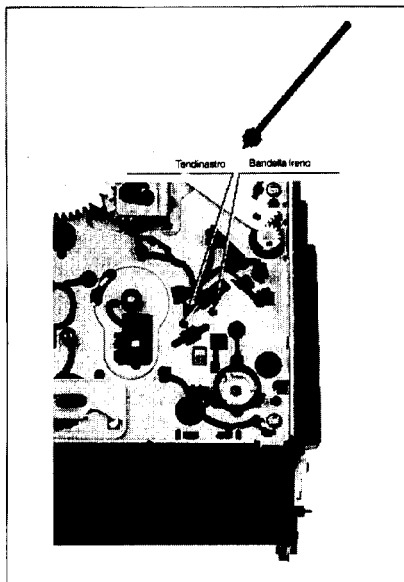

Fig. M10
- Regolare la bandella freno con l'apposito attrezzo (da inserire nella parte inferiore del deck), finché il margine della curva del braccio del tension arm si sovrappone con la parte interna sinistra della guida sinistra (fig. M10/M11).
- Regolare la tension arm spring pos.11 per una tensione nastro pari a $0,24N \pm 0,02N$ oppure $24g \pm 2g$ per mezzo dell'apposito attrezzo da inserire nella parte inferiore del deck (fig. M10/11).